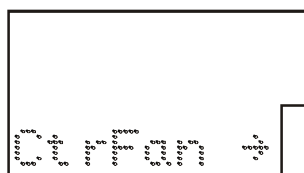

Figura 13: Sinalização do relé para menu de Controle dos grupos de ventilação.
c) pressionar a tecla **M** para acessar os menus e sub-menus de programação. O relé sinaliza entrada no menu de Controle dos grupos de ventilação como mostrado na figura 13. Durante a navegação nos menus e sub-menus de programação, observar no display alfanumérico o último caracter da direita. Quando neste caracter for apresentado o símbolo **→** indica início de uma pasta do menu ou sub-menu de programação. Os menus e sub-menus do relé estão relacionados nas tabelas de 19 até 27.